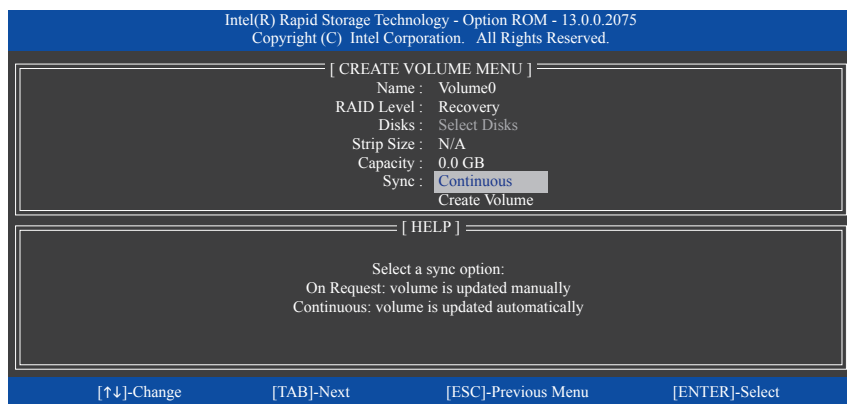

図 18
**Sync** の項目を、**Continuous** または **On Request** を選択します (図 18)。**Continuous** に設定されているとき、両方のハードドライブがシステムに取り付けられていれば、マスタドライブのデータを変更するとその変更はリカバリドライブに自動的にかつ連続してコピーされます。**On Request** では、オペレーティングシステムの Intel® Rapid Storage Technology ユーティリティを使用してマスタドライブからリカバリドライブに手動でデータを更新できます。**On Request** では、マスタドライブを以前の状態に復元することもできます。